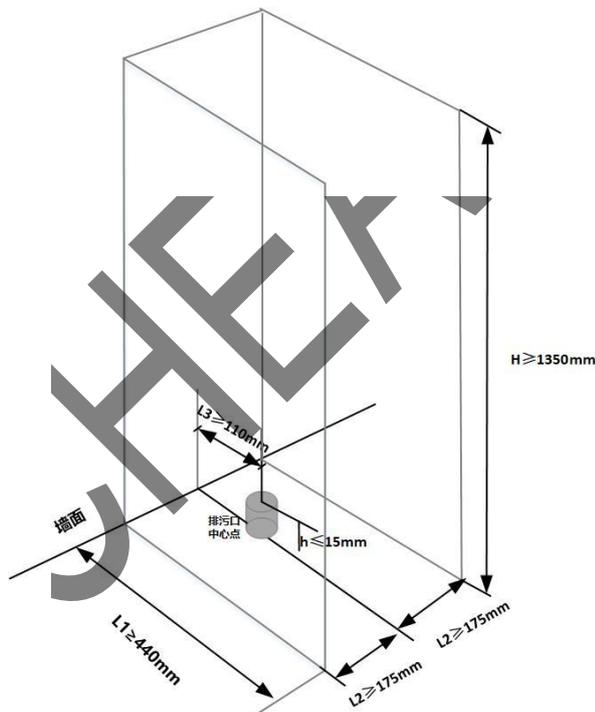

图5 排水管位置示意图
4.5.2 当基站与家庭下水管道连接方式为直排时，需预埋排水管，中心距离墙面或柜体 ≥ 110 mm，建议预埋管径应 ≥ 40 mm(标准40、50、75管)。并确保家庭下水管道有足够的坡度（通常为 $1^\circ \sim 2^\circ$ ），以利用重力实现顺畅排水。下水管位置及相关尺寸要求如图5、6所示。